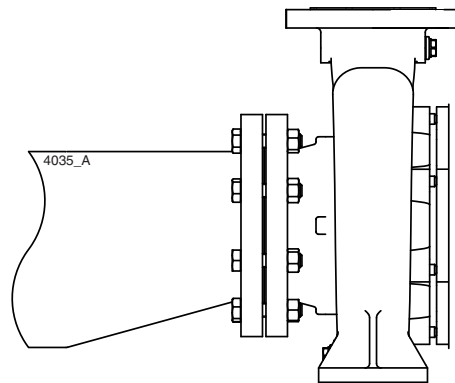

Figura 11: Reducción excéntrica de la brida de succión.
- El paso interior del tubo de succión debe tener un diámetro suficiente. Dicha tubería debe ser lo más corta posible y colocarse de tal modo que se evite la formación de bolsas de aire. Si esto resulta imposible, deberá instalarse un dispositivo de ventilación en el punto más alto del tubo. En caso de que el tubo de succión tenga un diámetro superior al de la conexión de succión de la bomba, deberá utilizarse una reducción excéntrica para evitar la formación de bolsas de aire y turbulencias. Consulte figura 11.